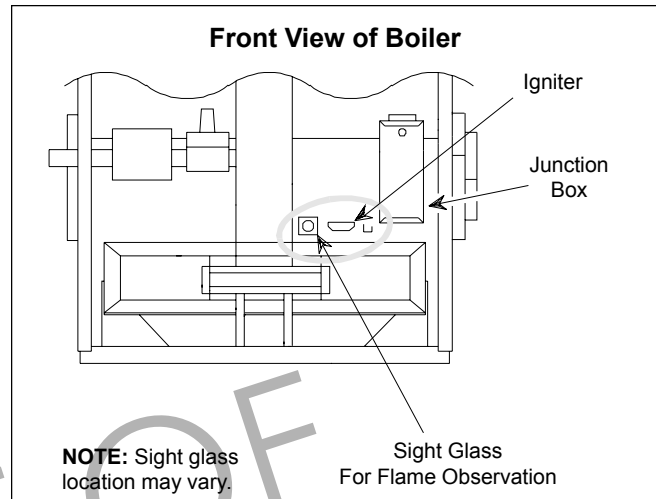

Figure 13. Periodic Flame Observation.
- b. The ignition control turns on the combustion fan. After about a 15 second pre-ignition purge, while the fan clears the combustion chamber, the igniter is turned on. The igniter takes about 25 seconds to heat up. You can see a glow through the view port (see Figure 13).
- d. When the igniter is hot, the ignition control turns on the gas valve and the burner ignites. You can see the burner flame through the view port (see Figure 13).
- b. La commande d'allumage met en marche le ventilateur de combustion. Après une purge de pré-allumage d'environ 15 secondes, tandis que le ventilateur dégage la chambre de combustion, l'allumeur se met en marche. L'allumeur met environ 25 secondes pour chauffer. Vous pouvez voir une lueur par le hublot d'inspection (voir Figure 13).
- d. Quand l'allumeur est chaud, le contrôle d'allumage tourne la valve de gaz et le brûleur s'allume. Vous pouvez voir la flamme du brûleur par le hublot d'inspection (voir Figure 13).